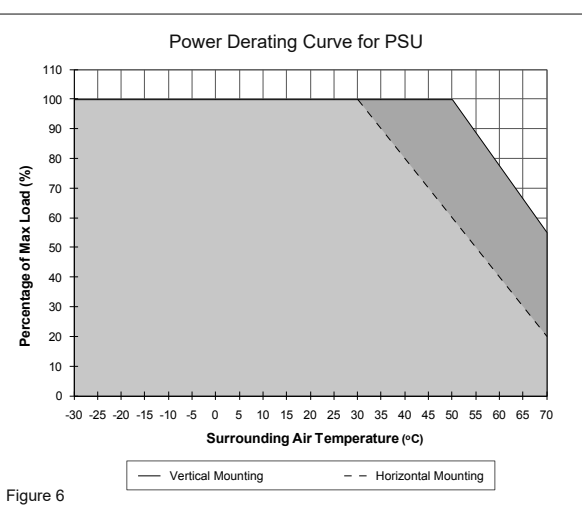

Figure 6
5.4. Thermal behavior (Fig. 6)
Operating temperature (surrounding air temperature)	Refer to Fig. 6 -30°C to +70°C
5.4. Comportement thermique (Fig. 6)
Température de travail (température d'environnement)	Décalassement de puissance selon Fig. 6 -30°C à +70°C